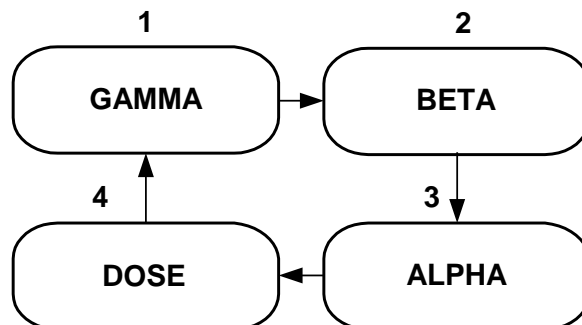
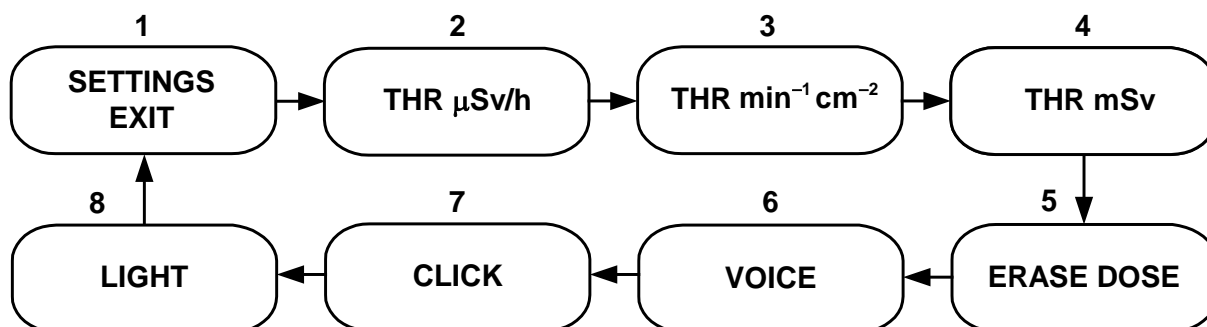

Рис. 2 Схема переключения режимов работы прибора
Рис. 3 - Схема переключения установок сигнализаций
б) переключение режимов работы осуществляется кратковременным нажатием (менее 1 с) кнопки «**MODE**» согласно схеме представленной на Рис. 2;
в) При длительном (более 2 с) нажатии кнопки «**MODE**» в любом из режимов «**GAMMA**», «**BETA**», «**ALPHA**» или «**DOSE**» прибор переходит в меню установок (на дисплее - «**SETTINGS EXIT**»). Установки сигнализаций циклически меняются по кругу кратковременными (менее 1 с) нажатиями кнопки «**MODE**» согласно схеме представленной на Рис.3. Выход из меню установок в основное меню режимов работы (Рис.2) – длительное удержании кнопки «**MODE**» при индикации на дисплее «**SETTINGS EXIT**».
Включить питание прибора (однократно нажать и отпустить кнопку «**POWER**»). При длительном (более 2 с) нажатии кнопки «**MODE**» в любом из режимов «**GAMMA**», «**DOSE**» «**BETA**» или «**ALPHA**», прибор переходит в меню установок (Рис.3), и на дисплее первоначально индицируется «**SETTINGS EXIT**». Кратковременными нажатиями кнопки «**MODE**» установить в верхней строке дисплея режим установки «**VOICE**» (Рис.3). Режим речевого озвучивания измерения мощности дозы «**PEREODICAL**», «**MANUAL**» или «**OFF**» ( на нижней строке) выбирается путём длительного удержания кнопки «**MODE**»:
**ВНИМАНИЕ.** В режиме «**GAMMA**» (при включённом «ручном» озвучивании - «**MANUAL**») кратковременное нажатие кнопки «**MODE**» включает только речевое сообщение (и подсветку дисплея), но не изменяет режимов работы прибора согласно Рис.2. Прибор постоянно находится
**в режиме измерения «GAMMA». Выход в меню установок (Рис.3) - длительное удержание кнопки «MODE».**
Включить питание прибора (однократно нажать и отпустить кнопку «POWER»). При длительном нажатии (более 2 с) кнопки «MODE» прибор переходит в меню установок (Рис.3). При индикации в верхней строке дисплея «CLICK» режим работы звуковой сигнализации интенсивности излучения («ON» или «OFF» в нижней строке) выбирается путем длительного удержания (более 2 с) кнопки «MODE»:
Включить питание прибора (однократно нажать и отпустить кнопку «POWER»). При длительном нажатии (более 2 с) кнопки «MODE» прибор переходит в меню установок (Рис.3). При индикации в верхней строке дисплея «LIGHT» длительность подсветки дисплея (в нижней строке) регулируется путем длительного удержания (более 2 с) кнопки «MODE»:
Включить питание прибора (однократно нажать и отпустить кнопку «POWER»). При длительном нажатии (более 2 с) кнопки «MODE» прибор переходит в меню установок (Рис.3). При индикации на дисплее «THR  $\mu\text{Sv/h}$ » путем длительного удержания (более 2 с) кнопки «MODE» прибор переключается в подменю установки порога сигнализации мощности дозы и на дисплее индицируется «9999.9  $\mu\text{Sv/h}$ ».
Включить питание прибора (однократно нажать и отпустить кнопку «POWER»). При длительном нажатии (более 2 с) кнопки «MODE» прибор переходит в меню установок (Рис.3). При индикации на дисплее «THR  $\text{min}^{-1} \text{cm}^{-2}$ » путем длительного удержания (более 2 с) кнопки «MODE» прибор переключается в подменю установки порога сигнализации плотности потока бета-частиц и на дисплее индицируется «99999  $\text{min}^{-1} \text{cm}^{-2}$ ».
Включить питание прибора (однократно нажать и отпустить кнопку «**POWER**»). При длительном нажатии (более 2 с) кнопки «**MODE**» прибор переходит в меню установок (Рис.3). При индикации на дисплее «**THR mSv**» путем длительного удержания (более 2 с) кнопки «**MODE**» прибор переключается в подменю установки порога сигнализации интегральной дозы и на дисплее индицируется «**999.999 mSv**».
Сброс (обнуление) интегральной дозы осуществляется в подменю установок (Рис.3) длительным (более 2с) двойным нажатием кнопки «**MODE**» при индикации на дисплее «**ERASE DOSE**».
- перезапустить режим «**БЕТА**» прибора кнопкой «**MODE**» (см. Рис. 2) и при достижении статистической погрешности менее 20%, зафиксировать среднее фоновое показание дисплея  $N_{\text{ф}}$ , част./((мин·см2));